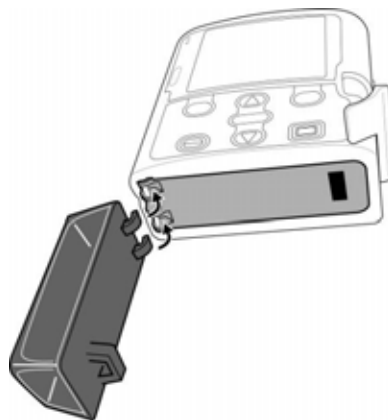

Figure 2
3. Placer les crochets de la cassette dans les ergots au bas de la pompe prévus à cet effet (voir Figure 2) puis remonter la cassette pour la mettre dans sa position finale.